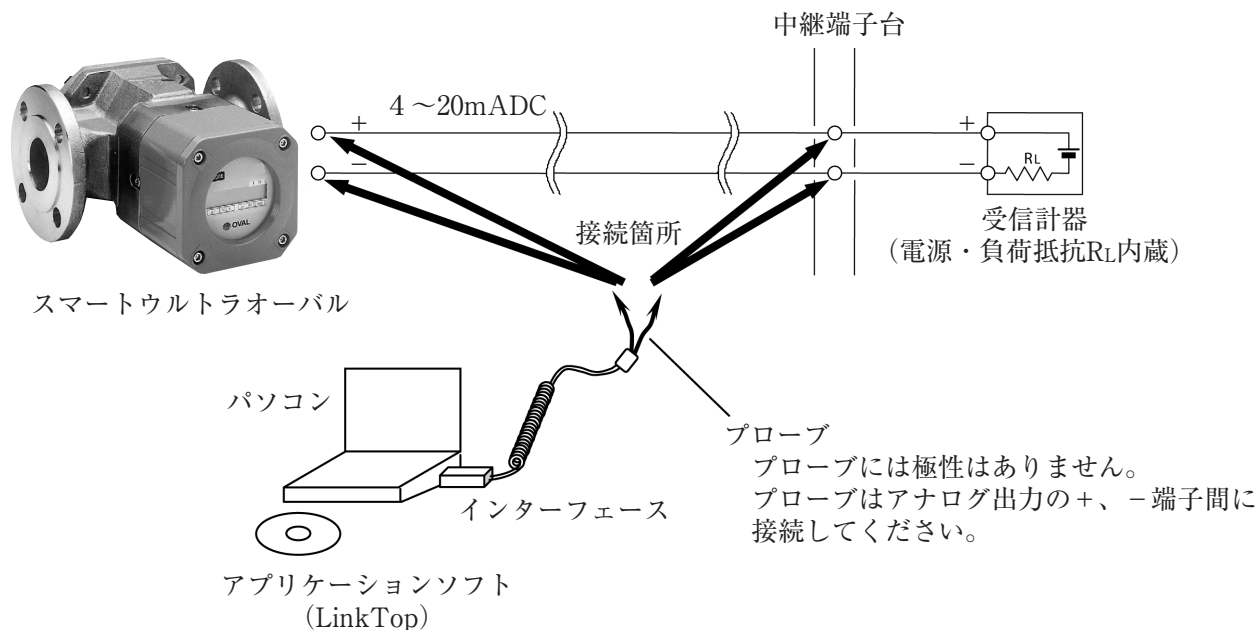

図2
機器の接続は図2のようになります。
(注) 図2中、パソコンはお客様にて準備していただきます。
- ① 流量計変換器、インターフェース、「LinkTop」をインストール済みのパソコンを図2のように接続します。
- ② パソコンの画面左下の「スタート」から「プログラム」の中のLinkTop for ULTRA OVAL(J)をクリックし、アプリケーションを立ち上げます。
- ③ 画面上部メニューの「File(F)」の中の「ポートの設定(I) Ctrl+I」をクリックします。